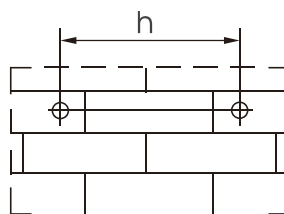

Fig. 3
2. Utilice un taladro para realizar los orificios a una profundidad de al menos 90 mm en la pared. Estos orificios deben estar alineados (ver Fig. 3).